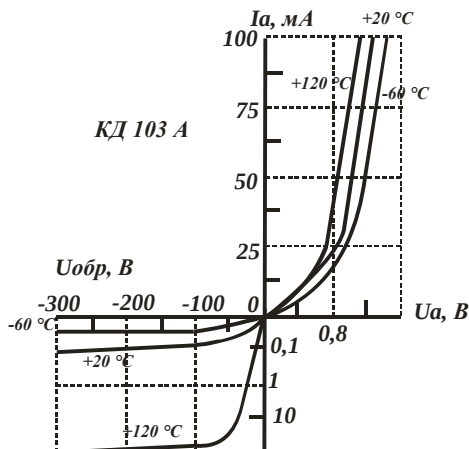

Рис. 4. 1
4.1. По вольт-амперной характеристике кремниевого выпрямительного диода КД103А при $t = 20^\circ \text{C}$ (рис. 4. 1), определить сопро-
4.2. Используя вольт-амперную характеристику диода КД103А при $t = 20^\circ\text{C}$ (рис. 4. 1), определить сопротивление постоянному току при обратном включении для напряжений $U_{обр} = -50; -100; -200$ В. Построить график зависимости $R_0 = f(U_{обр})$.
4.3. Построить зависимость сопротивления постоянному току диода КД103А при прямом включении от температуры окружающей среды, используя характеристики, представленные на рис. 4. 1, для $U_{np} = 0,4; 0,6; 0,8$ В.
4.4. Используя вольт-амперную характеристику диода КД103А при $t = 20^\circ\text{C}$ (рис. 4. 1), определить дифференциальное сопротивление и крутизну прямой ветви для напряжения $U_{np} = 0,8$ В.
4.5. Определить дифференциальное сопротивление и крутизну обратной ветви вольт-амперной характеристики диода КД103А при $t = 20^\circ\text{C}$ (рис. 4. 1) для напряжения $U_{обр} = -50$ В.
4.7. По вольт-амперной характеристике диода КД103А (рис. 4. 1) определить изменения прямого тока при изменении температуры от -60 до $+120^\circ\text{C}$ для значений $U_{np} = 0,4; 0,6; 0,8; 1$ В.